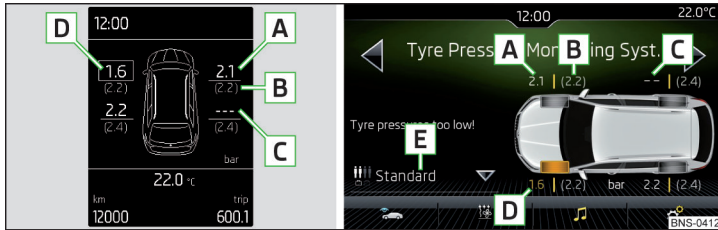

Abb. 314 Anzeigebeispiel im Display des Kombi-Instruments / Einstellungen im Infotainment
Display-/Bildschirmanzeige » Abb. 314
- › Im Menüpunkt **Reifendruckkontrolle** die Funktionsfläche **E** » Abb. 314 antippen.